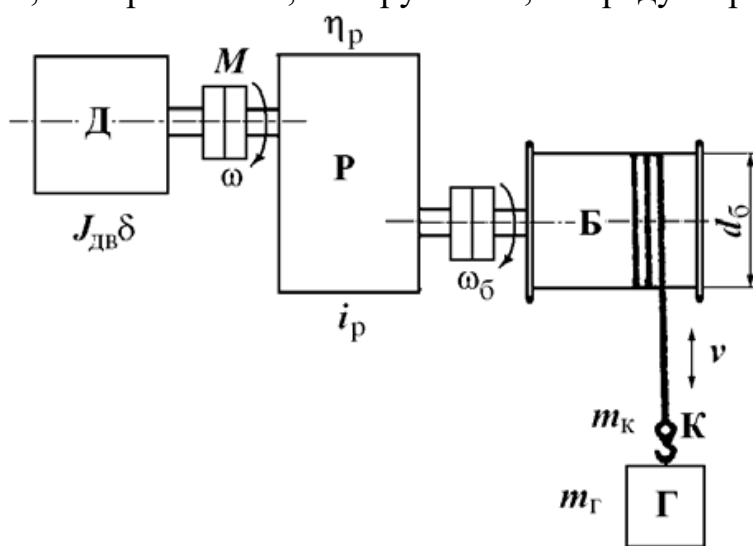

Рис.1. Грузоподъемная лебедка
**Задача 1.** Лебедка для подъема груза (рис.1) включает в себя барабан сканатом Б, крюк К, груз Г, редуктор Р и двигатель Д.
**Задача 3.** Определить мощность двигателя привода лебедки (см. рис.1) в установившемся режиме работы. Данные привода:  $G_k = 5000$  Н;  $G_{\Gamma} = 15000$  Н;  $v_{\downarrow} = v_{\uparrow} = 0,5$  м/с; КПД редуктора  $\eta_p = 0,8$ ; КПД редуктора при работе лебедки без груза  $\eta_0 = 0,5$ .
**Задача 6.** Определить требуемый момент двигателя при пуске и торможении привода лебедки (см. рис.1) с постоянным ускорением  $\varepsilon = d\omega / dt = 100 \text{ рад/с}^2$ . Данные привода:  $M_{с.гр} = 500 \text{ Нм}$ ;  $M_{с0} = 50 \text{ Н.м}$ ;  $\omega_{уст} = 100 \text{ рад/с}$ ;  $t_{п} = t_{т} = 1 \text{ с}$ ,  $J_{дв} \delta = 2 \text{ кгм}^2$ ;  $J_{пр} = 3 \text{ кгм}^2$ .